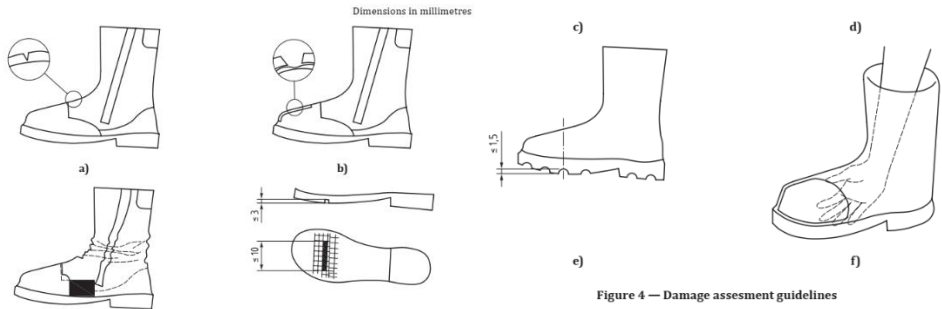

Figure 4 — Damage assesment guidelines
- i) apparition d'une fissure prononcée et profonde affectant la moitié de l'épaisseur du matériau de la tige [voir figure 4 (a)] ;
- ii) la tige présente des zones déformées, brûlées, fondues ou cloquées, ou des coutures déchirées au niveau de la jambe [voir figure 4 (b)] ;
- iii) séparation entre la tige et la semelle de plus de 15mm de longueur et 5mm de largeur (profondeur) [voir figure 4 (c)] ;
- iv) la semelle extérieure présente des fissures de plus de 10mm de longueur et 3mm de largeur (profondeur) [voir figure 4 (d)] ;
- v) la hauteur du crampon dans la zone de flexion est inférieure à 1,5 mm [voir figure 4 (e)] ;
NOTE : Il est recommandé de vérifier manuellement l'intérieur des chaussures de temps à autre afin de détecter toute détérioration de la doublure ou tout bord tranchant au niveau de l'embout qui pourrait causer des blessures [voir Figure 4 (f)].